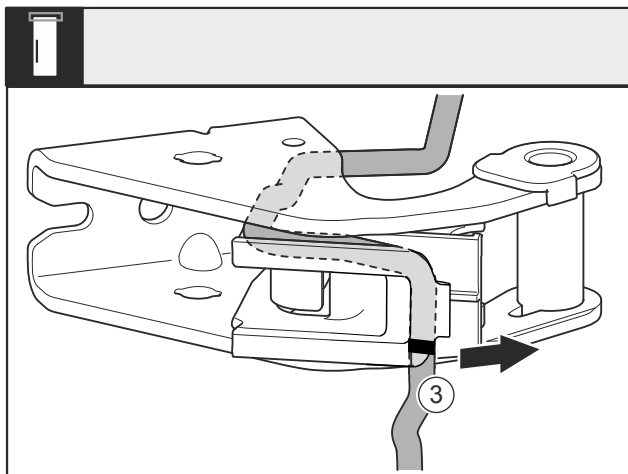

Fig. 17
- Smontare il cavo con il supporto del cavo Fig. 17 (3) dal blocco di supporto.